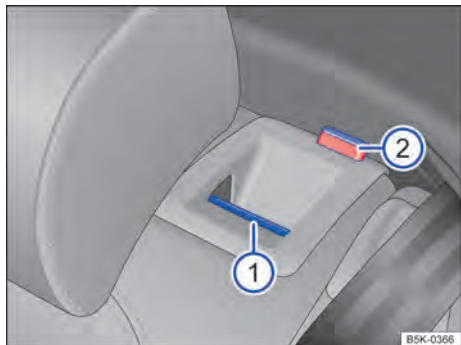

Fig. 65 En el respaldo del asiento trasero: tecla de desbloqueo.
- Tirar de la tecla de desbloqueo → fig. 65 ① A hacia adelante y, al mismo tiempo, plegar el respaldo del asiento trasero hacia adelante.
- La parte de respaldo del asiento trasero correspondiente estará desbloqueada cuando la marca roja → fig. 65 ② sea visible.
- La marca roja → fig. 65 ② ya no puede ser visible.